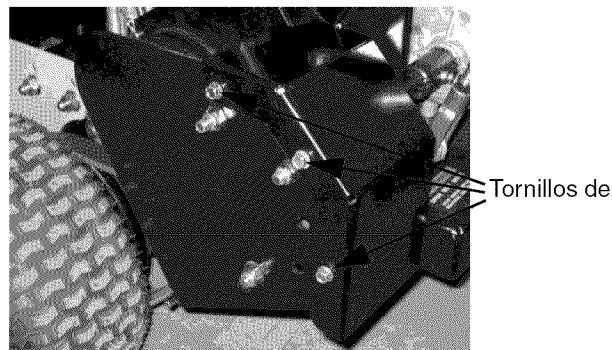

Figura 21
1. Saque los tornillos de cabeza hexagonal que retienen la guarda de correa exterior. (Consulte la Figura 21 de la página 20)
9. Vuelva a ubicar la guarda de correa exterior, coloque nuevamente los tornillos de cabeza hexagonal. (Consulte la Figura 21 de la página 20)